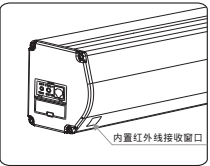

图 25
- 1、当内置红外线接收窗口没有被任何物体遮挡时, 您可以使用内置红外线遥控控制银幕的上升、停止、下降 (如图 25)